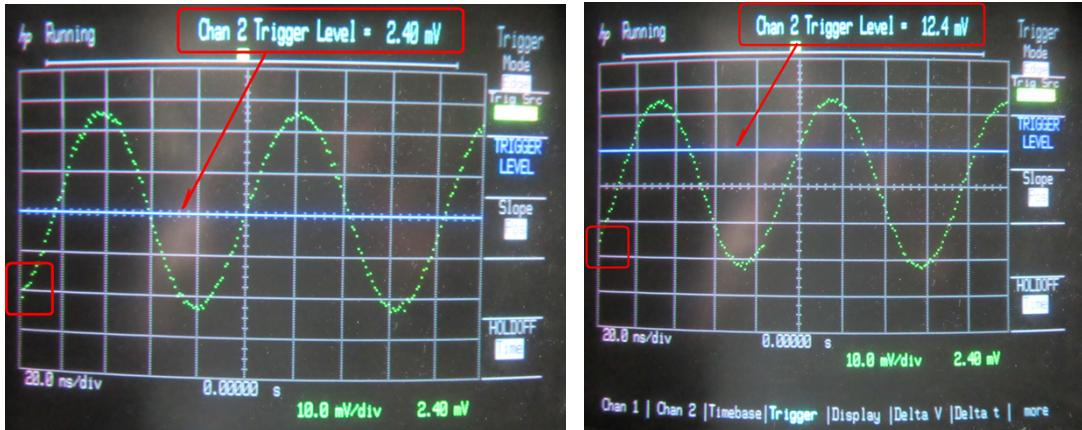

图 20. 调节触发电平, 可以控制波形的初始显示点
- 4) 观察调节扫描的触发电平如何影响波形的初始显示点. 见图 20. 图中左边的那个表示 Trigger Level=2.40mV; 右边的那个表示 Trigger Level=12.4mV. 可以看到波形的初始显示点是不同的.